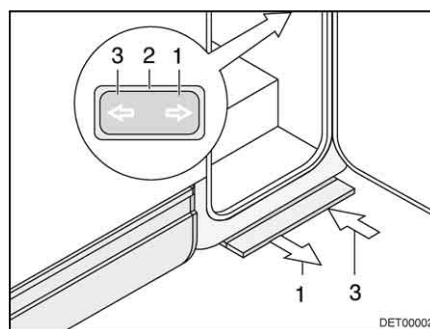

Fig. 1 Commutateur de commande du marchepied
- ▷ L'interrupteur (Fig. 1,2) permettant la commande du marchepied se trouve à l'intérieur du véhicule, au niveau de la porte cellule.
Sortir : ■ Appuyer sur la moitié avant du commutateur à bascule (Fig. 1,1), jusqu'à ce que le marchepied soit entièrement sorti.
Ressortir : ■ Appuyer sur la moitié arrière du commutateur à bascule (Fig. 1,3), jusqu'à ce que le marchepied soit entièrement ressorti.